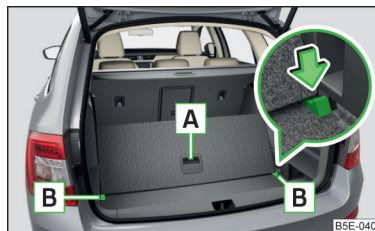

Fig. 147
- Pour **diviser** le plancher de chargement variable, soulevez la poignée **A** et insérez le bord arrière du plancher de chargement variable dans les rainures **B** dans le sens de la flèche » fig. 147.